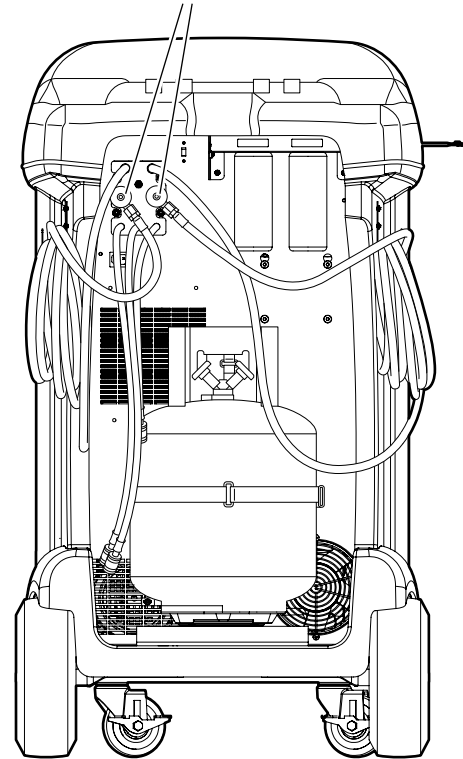

Figura 14
2. Enrolle las mangueras de servicio alrededor del asa dos veces y conéctelos a las tomas de almacenamiento. Consulte la Figura 14.